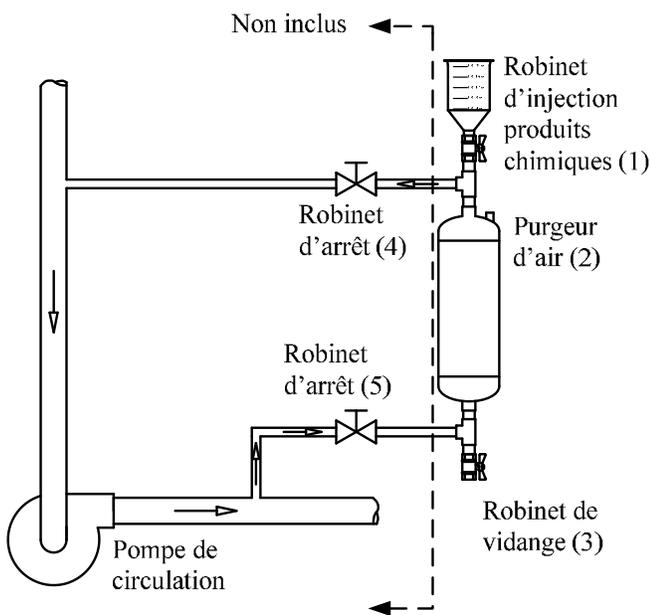

Fig. 1 – Méthode d'installation 1
Installer le doseur en dérivation CBF en parallèle à la pompe de façon que les robinets (4) et (5) régulent le débit à travers le CBF tel qu'illustré à la figure 1. Bien serrer tous les raccords pour éviter des fuites.
(Voir figure 1)